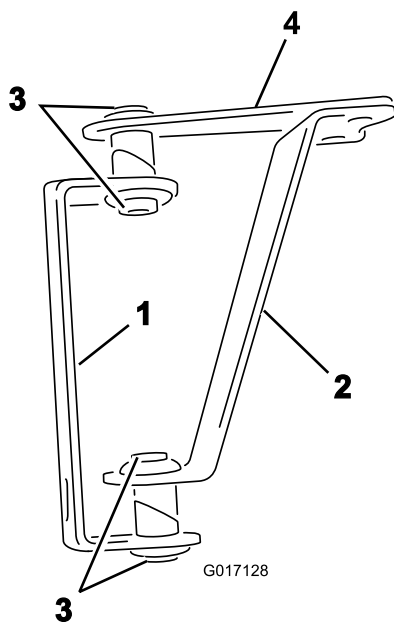
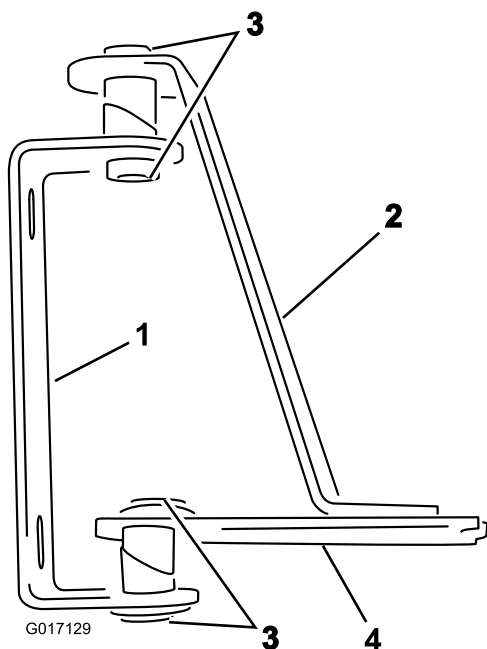

Bild 2
Bild 3
1. Arrangieren Sie die Scharniere und Riemen, wie in Bild 2 (für einen nicht abgedeckten Ausleger) oder in Bild 3 (für einen abgedeckten Ausleger) dargestellt.
2. Setzen Sie die Büchsen in die Öffnungen in den Scharnieren des geschweißten Rohrs und den Riemen ein, wie in Bild 2 oder Bild 3 dargestellt.